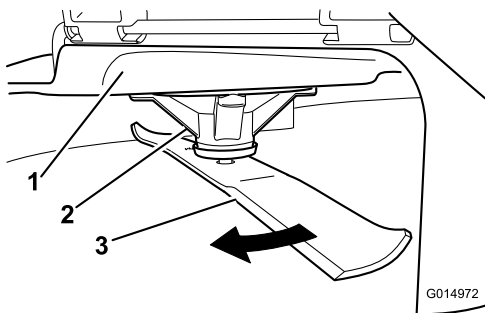

Figure 111
2. Enfilez des gants épais ou utilisez une autre protection adéquate pour les mains, et faites tourner la lame lentement jusqu'à une position permettant de mesurer la distance entre le tranchant et la surface plane sur laquelle se trouve la machine (Figure 111).